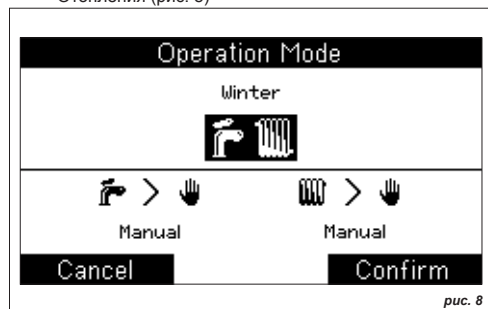

рис. 8
- В нижней части, в зависимости от состояния, показываются программы (**Режим ожидания Standby**, **Автоматический режим Auto**, **Ручной режим Manual**) для ГВС и Отопления (рис. 8)
1. Поверните ручку, чтобы изменить выделенную переменную (в примере на рис. 8: **Состояние**)